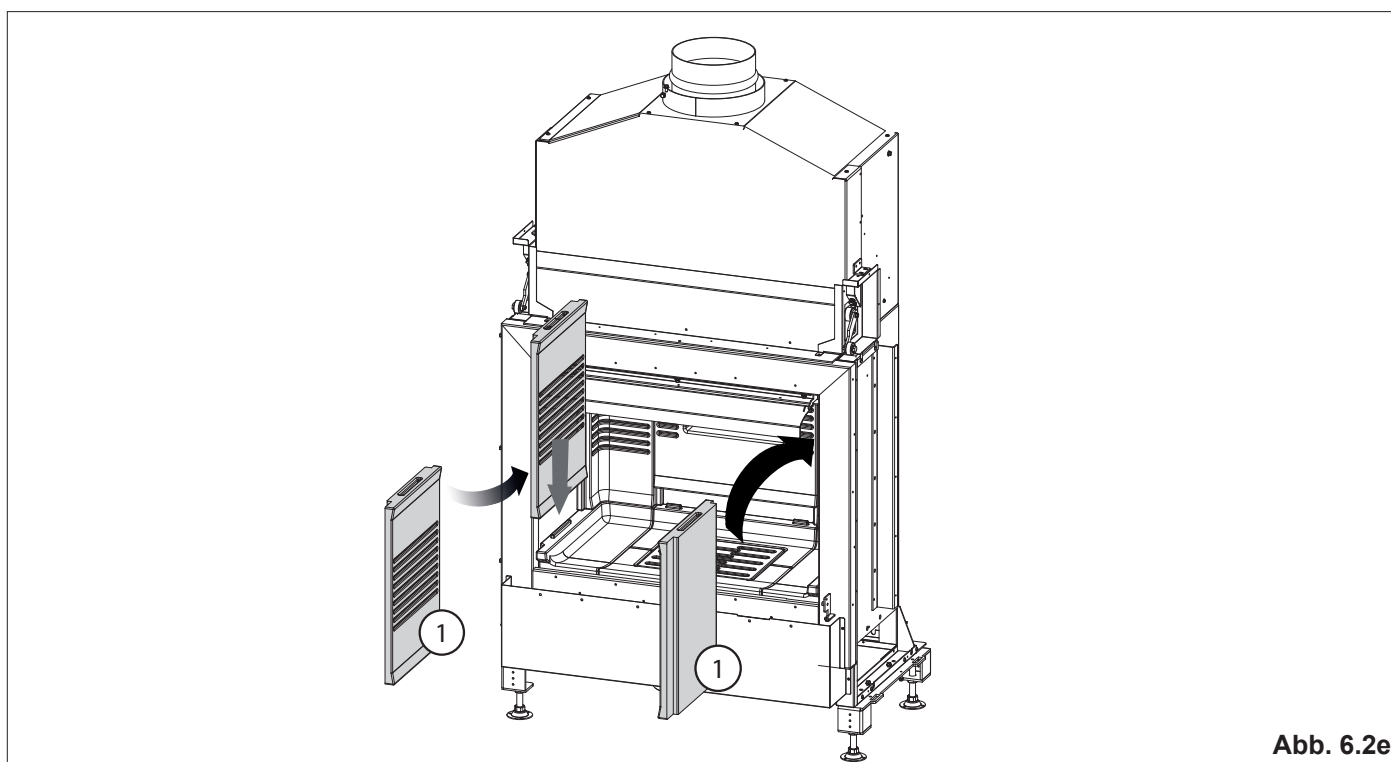

Abb. 6.2e
10. Die beiden Seitenplatten, bei den Versionen R und L nur eine, montieren, indem sie in die entsprechenden Führungen eingesetzt werden (**Abb. 6.2e**).